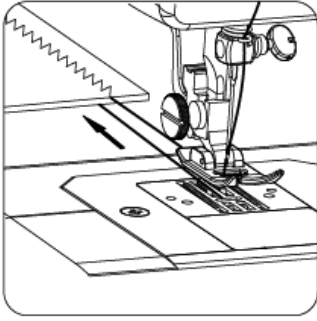

Abb.17
- 7. Wenn Sie das Nähen abgeschlossen haben, schalten Sie das Gerät aus, ziehen Sie den Adapter aus der Steckdose, drehen Sie das Handrad, um die Nadel nach ganz oben zu stellen, stellen Sie den Nähfuß nach oben und entfernen Sie dann vorsichtig den Stoff von der Nähmaschine und schneiden Sie den Faden mit dem Fadenschneider (Abb. 17 und 18) ab.